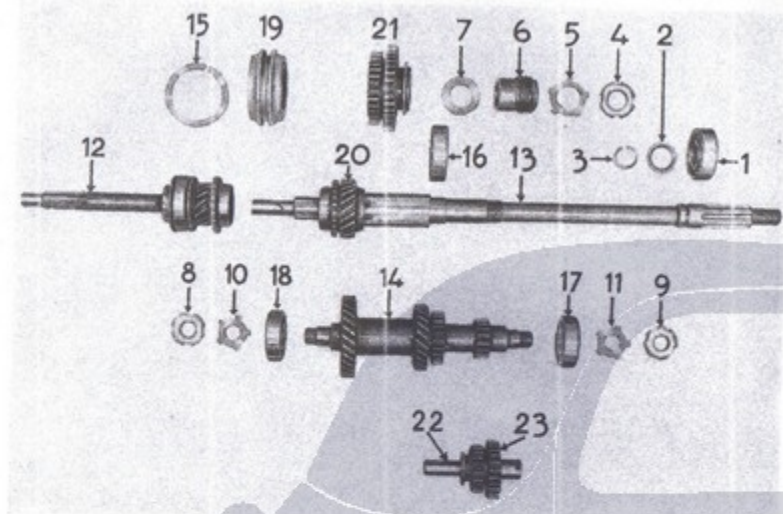

Fig. 64. - Particolari degli alberi ed ingranaggi del cambio.
- Sfilare il cuscinetto a sfere (1, fig. 64) posteriore dell'albero principale, la ranella (2) e l'anello elastico (3).
- Svitare le ghiera di fissaggio dei cuscinetti sull'albero di rinvio (8 e 9, fig. 64), mediante la chiave A. 8067 (fig. 66), raddrizzando i rispettivi lamierini di sicurezza (10 e 11, fig. 64).
- Spingere in avanti il gruppo dell'albero con ingranaggio presa diretta (12)
- Sfilare i cuscinetti a sfere posteriori (16 e 17, fig. 64) dall'albero principale e da quello di rinvio.